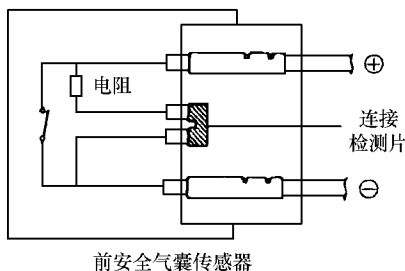

图 5-9 过电检测机构
(3)过电检测机构(图 5-9)。该机构用来检测接头是否正确、完全接通,该机构设计保证接触检测片当接头座锁处于锁紧位置时,与诊断端子接通。